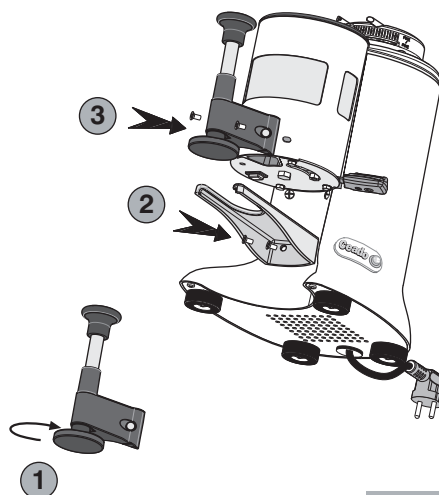

Fig. 14
- 2** Choisir le diamètre du tasseur approprié (53, 54,5 ou 57,5 mm) pour le porte-filtre de la machine à café en votre possession et le fixer à la tige du tasseur télescopique (1, Fig. 14).
- 3** Placer la fourche longue d'appui fournie avec le tasseur télescopique et la fixer avec les mêmes vis de fixation de la fourche courte d'appui enlevée précédemment (2, Fig. 14).
- 4** Placer le tasseur télescopique et le fixer avec les vis fournies avec (3, Fig. 14).
| 4 | Auflagegabel | 19 | Teleskop-Pressvorrichtung und entsprechende lange Auflagegabel (Option) (siehe auch Abb. 14) |